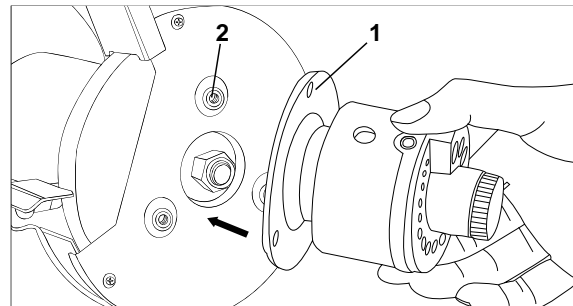

Рис.3
1. Открутите 3 винта бокового защитного кожуха (2) (рис. 3).
2. Присоедините насадку для заточки сверл (1) (рис. 3) через адаптер, входящий в комплект насадки к валу двигателя.